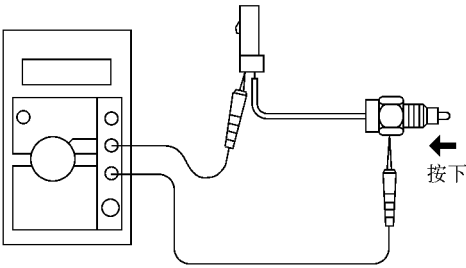

图 12-55 检查传动装置指示开关
(4) 检查传动装置指示器开关。如图 12-55 所示，按表 12-5 检查端子和开关体之间是否导通。